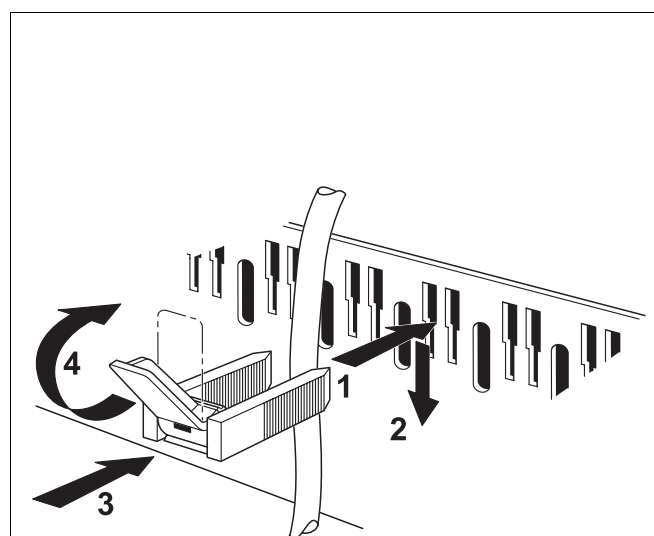

Рис. 14 Крепление провода хомутом
- Все провода закрепить хомутами (рис. 14):
- Вставить хомут с проводом сверху в шлицы рамки (рис. 14) ; пластинка рычага должна быть при этом направлена вверх (рис. 14, шаг 1).
- Сдвинуть хомуты вниз (рис. 14, шаг 2).
- Нажать на хомут (рис. 14, шаг 3).
- Повернуть рычажок вверх (рис. 14, шаг 4).